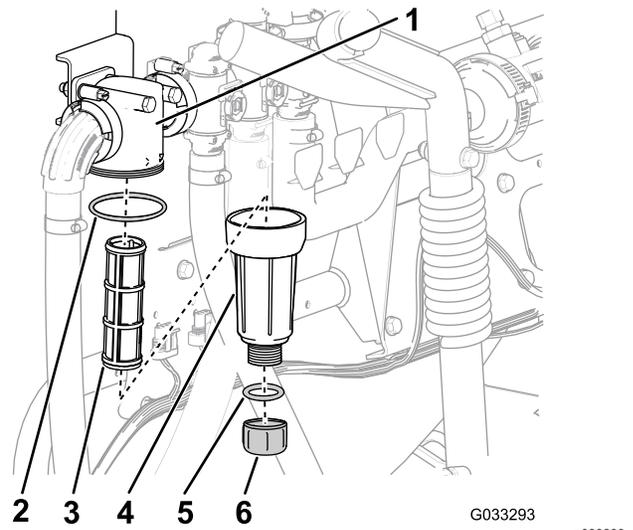

Figura 31
- Coloque un recipiente de drenaje debajo del filtro de presión (Figura 31).
- Gire la tapa de vaciado en sentido antihorario y retírela del cuerpo del filtro de presión (Figura 31).
- Gire el cuerpo en sentido antihorario y retire el cabezal del filtro (Figura 31).
- Retire el elemento del filtro de presión (Figura 31).
- Compruebe la junta del tapón de vaciado (situada dentro del cuerpo) y la junta del cuerpo (situada dentro del cabezal del filtro) por si presentan signos de daños y desgaste (Figura 31).
- Instale el elemento del filtro de presión en el cabezal del filtro (Figura 31).
- Instale el cuerpo en el cabezal del filtro y apriételo a mano (Figura 31).
- Coloque la tapa de vaciado en el acoplamiento en la parte inferior del cuerpo y apriete la tapa a mano (Figura 31).